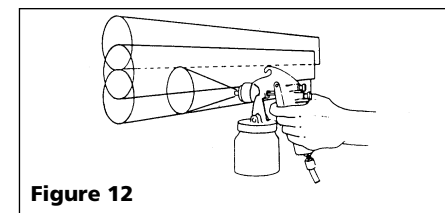

Figura 12
4. Los empates entre cada mano deben ser suficientes para obtener un acabado parejo al final (Vea la Figura 12).